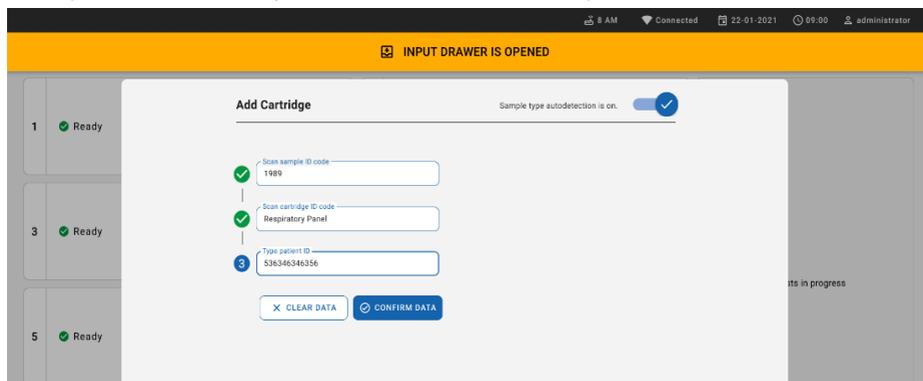

Figure 58. Saisie de patient ID (l'ID du patient).
9. Saisissez patient ID (l'ID du patient) (le patient ID (l'ID du patient) du patient doit être réglé sur **on** [activé]), puis confirmez les données (figure 58).